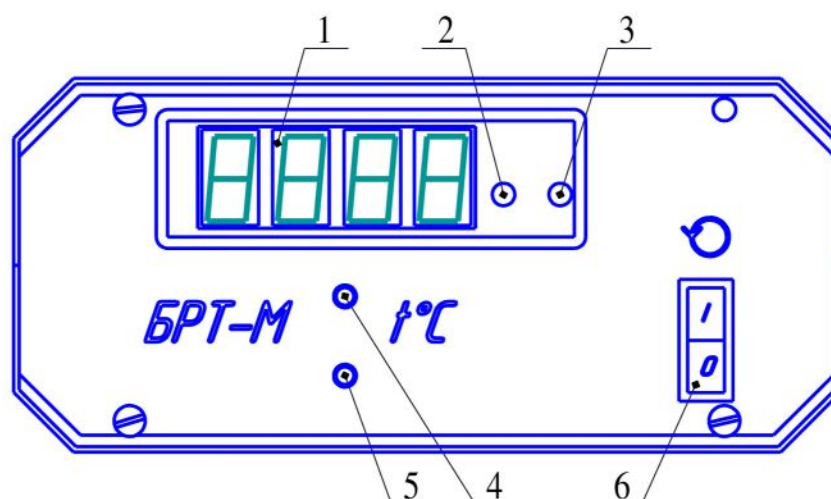

Рисунок 3- Блок регулирования температуры (БРТ-М)
9.3 После включения БРТ-М в сеть на индикаторе температуры 1 (рисунок 3) появится значение текущей температуры термостатирующей жидкости в °С. Для установки требуемого значения уставки температуры используются кнопки 4 или 5. При нажатии на любую из этих кнопок на цифровом индикаторе температуры 1 появится значение нижнего предела регулирования температуры. Удерживая кнопку нажатой можно изменить значение уставки, причем, чем дольше кнопка удерживается нажатой, тем быстрее происходит изменение значения уставки. Кнопка 4 увеличивает значение уставки температуры, а кнопка 5 уменьшает его. Кратковременным нажатием на любую из этих кнопок можно проконтролировать значение выбранной уставки на цифровом индикаторе температуры, не изменяя ее.
9.5 Для включения перемешивания испытуемого продукта нажать клавишу 3 (рисунок 3).